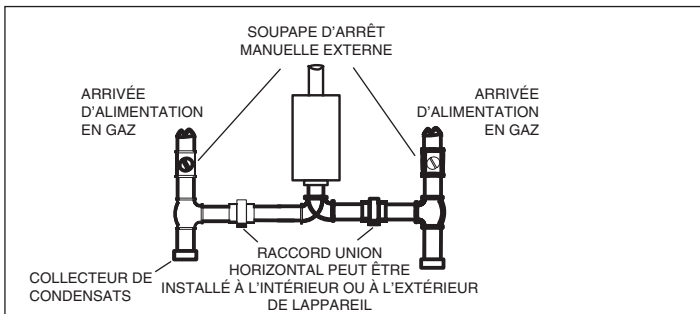

FIGURE 6 : Conduite de gaz
2. Assurez-vous que sont ouvertes les soupapes d'arrêt manuelles se trouvant sur la conduite d'alimentation en gaz. Référez-vous à la figure 6.